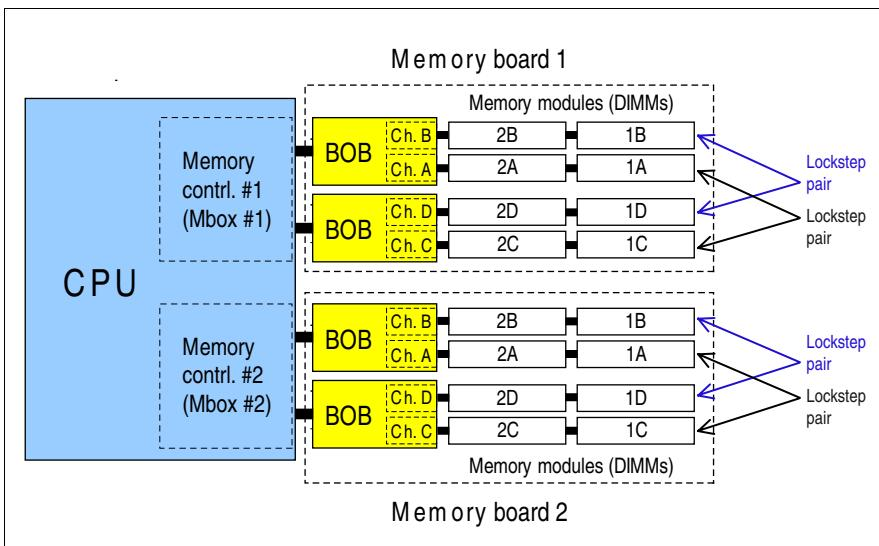

図 7: RX600 S6 のメモリアーキテクチャ
- メモリボードには、DIMM をロックステップペア (図 7 を参照) で取り付ける必要があります。ペアの DIMM はどちらも同じ値でなければなりません。